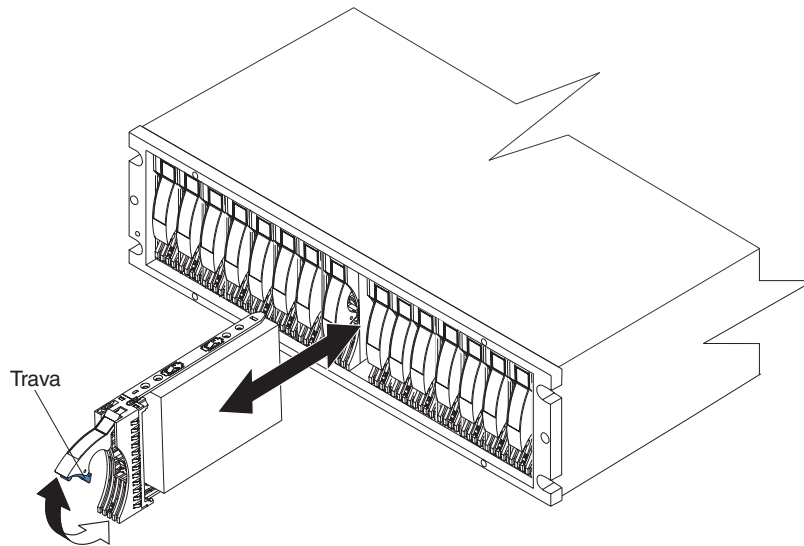

Figura 23. Recolocando um E-DDM
1. Levante a alça e empurre cuidadosamente a CRU de E-DDM para o compartimento vazio até que a dobradiça da alça da bandeja trave abaixo do painel do subsistema de armazenamento, conforme mostrado na Figura 23.